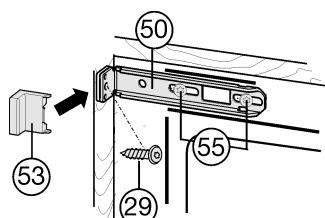

Fig. 19
- ▶ Desserrer un peu les vis Fig. 19 (55).
- ▶ Visser à fond la cornière supérieure de fixation Fig. 19 (50) à la paroi du meuble avec une vis à panneaux d'agglomérés Fig. 19 (29) ø4x19.
- ▶ Enlever les parties du cache Fig. 19 (53) dépassant en les cassant.
- ▶ Resserer les vis Fig. 19 (55).
- ▶ Poser le cache Fig. 19 (53).